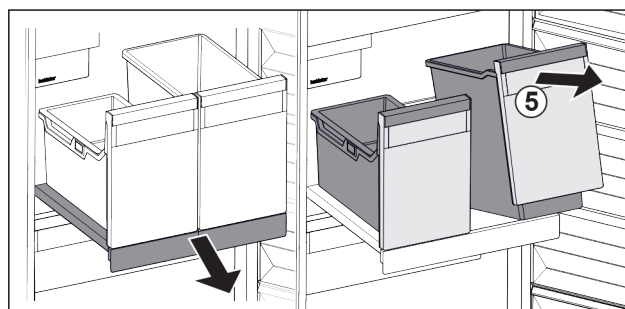

Fig. 104
- ▶ Løft beholderen Fig. 104 (5) foran.